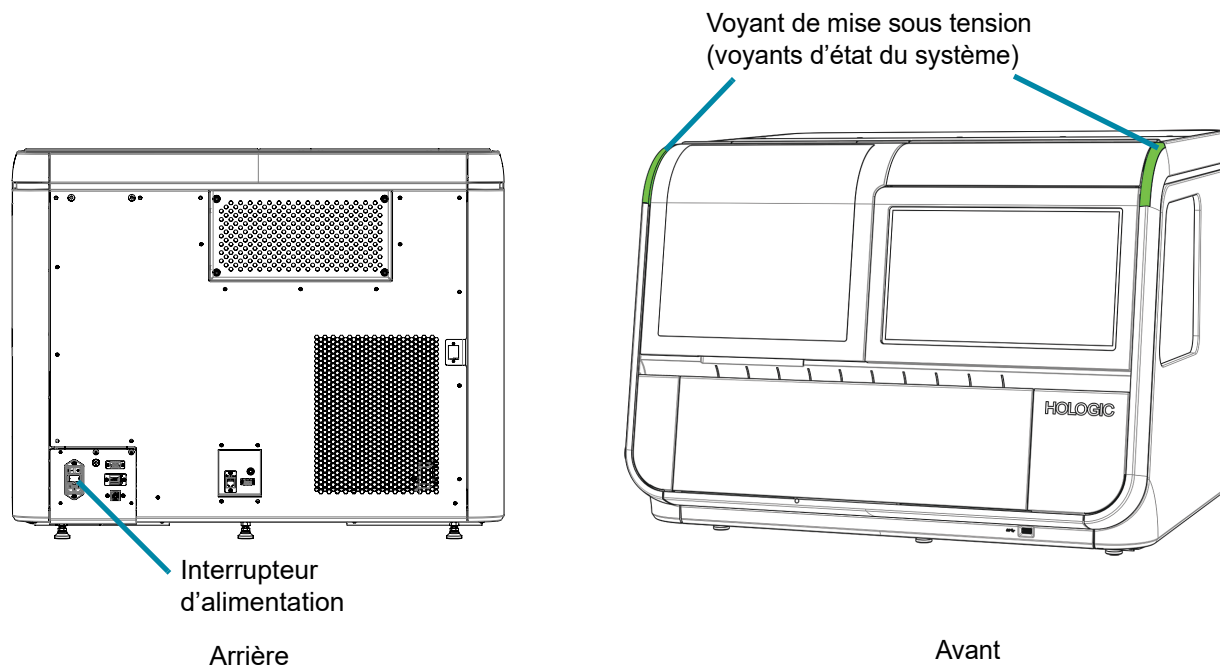

Figure 4-2 Interrupteur d'alimentation de l'imageur numérique
2. Appuyer sur l'interrupteur à bascule situé à l'arrière de l'imageur numérique pour le mettre en position Marche (I). (Voir la Figure 4-2.)